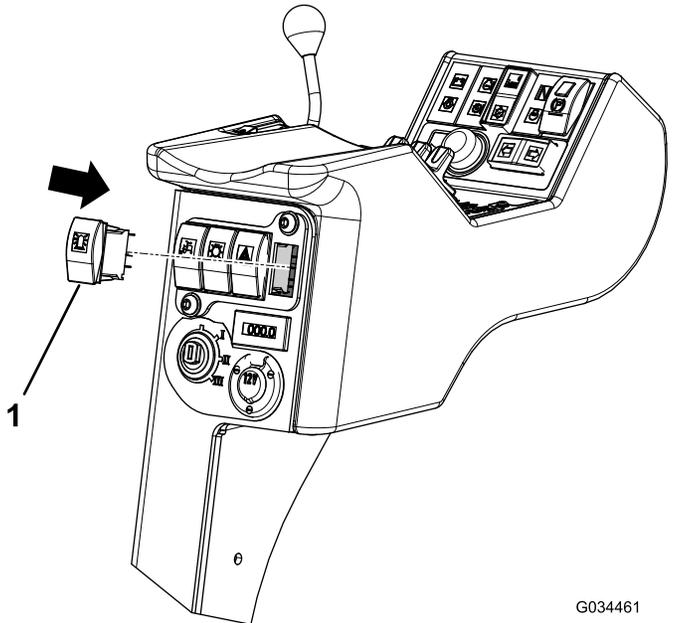
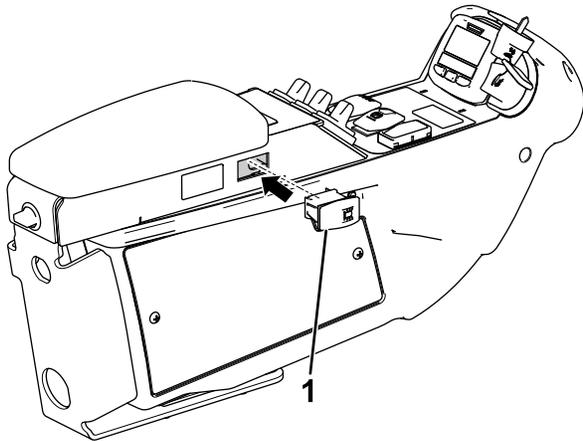

Figure 20
Figure 21
- Enfoncez l'interrupteur dans l'ouverture jusqu'à ce qu'il s'enclenche en position (Figure 20 et Figure 21).